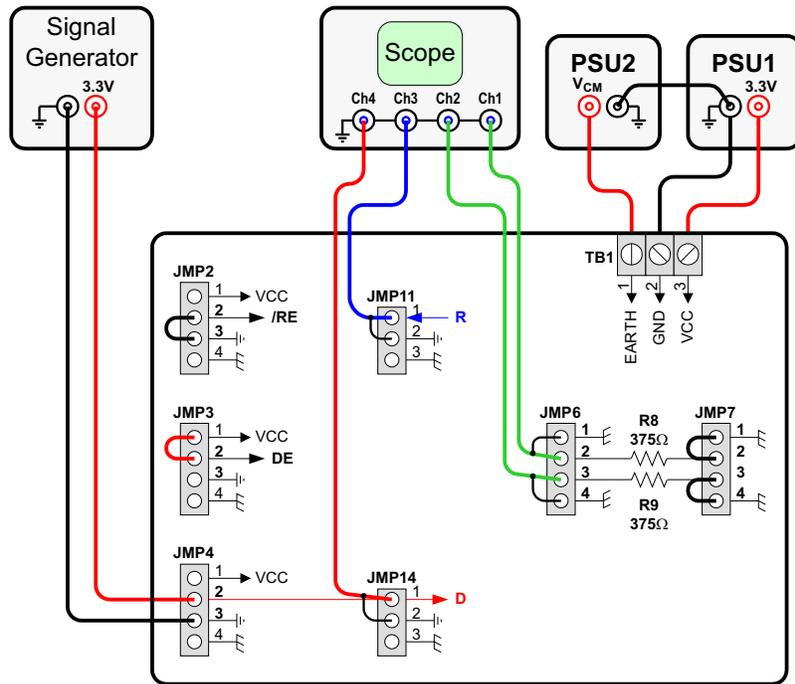

图 4-4. 针对最大负载的 RS-485 半双工 EVM 设置
- 用一个第二电源供电 (PSU2) 来替换之前 TB1 上的滑线式电桥并将 PSU1 和 PSU2 的接地端子与一个滑线式电桥相连，如图 4-4 中所示。
请注意图 4-4 只显示了 PSU2 针对正共模电压的配线。对于负 V_{CM} ，将 PSU2 的接地端子与 TB1 的引脚 1 (EARTH) 相连，将 V_{CM-} PSU2 的输出与 PSU1 的接地端子相连。